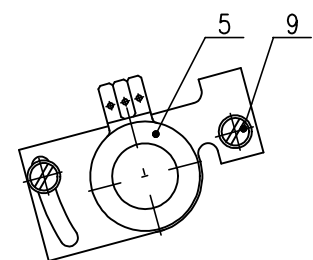

Рис. 4
4.3 Установка омического датчика (рис.4)